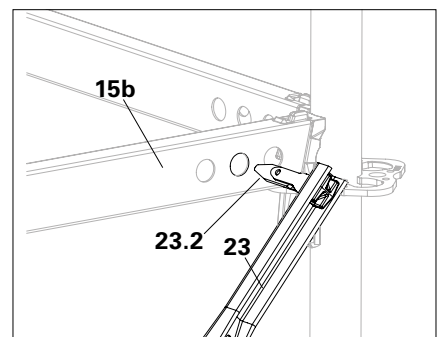

Abb. A4.06d
4. Kippfinger in die Bohrung des oberen Horizontalriegels (**15b**) stecken. (Abb. A4.06d)